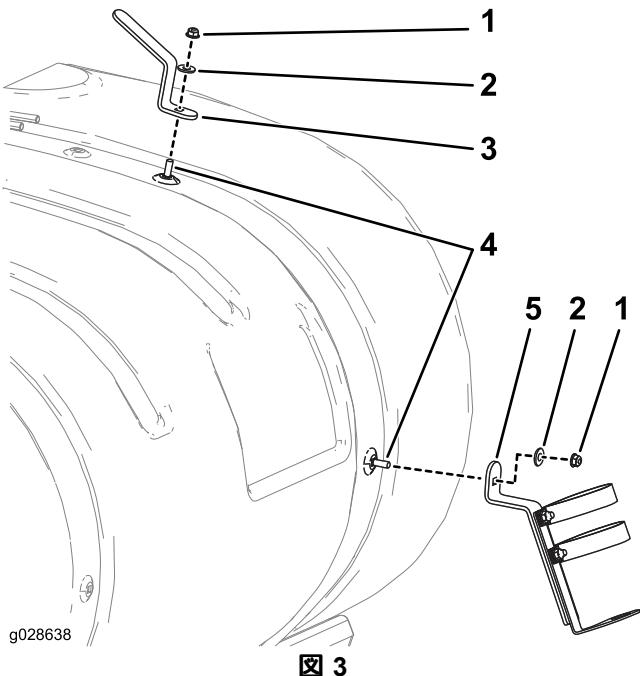

図 3
- タンクの前ベルト右側部分をゆるめる図3。
2. スプレーガンブラケットアセンブリを図3に示すように取り付けるキャリッジボルト5/16 x 3/4インチ、ワッシャ3/8インチ、ロックナット5/16インチを使用する。
3. ホースフックを図3に示すように取り付けるキャリッジ・ボルト5/16 x 3/4インチ、ワッシャ3/8インチ、ロックナット5/16インチを使用する。